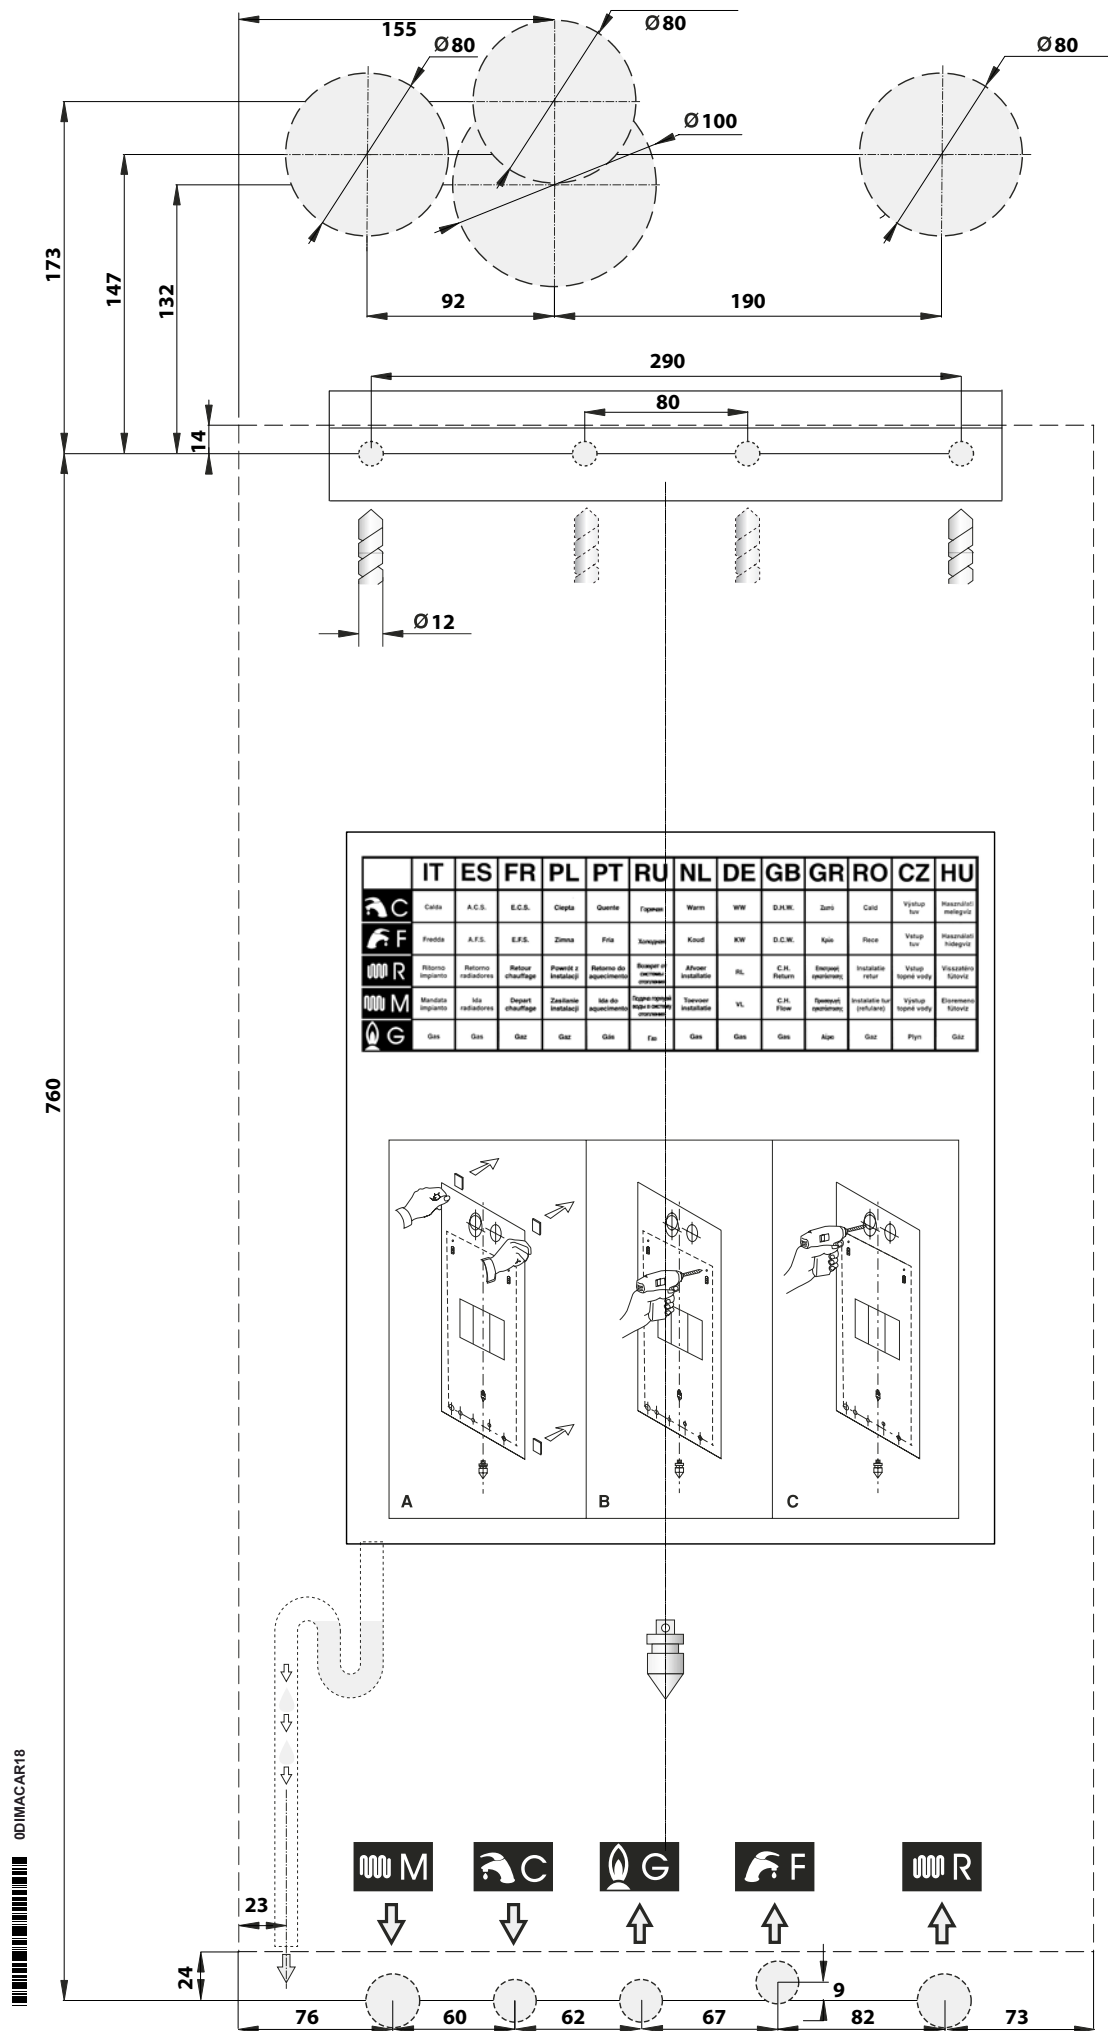

fig. 7
- d) la dima di fissaggio della caldaia al muro (fig. 7);
Ogni apparecchio è corredato di un'apposita dima in carta contenuta nell'imballo (fig. 7),
- fissare la dima (fig. 7) alla parete;
- posizionare i raccordi per l'allacciamento della conduttura di alimentazione del gas (G), della conduttura di alimentazione dell'acqua fredda (F solo modello Raya Eco), dell'uscita acqua calda (C solo modello Raya Eco), della mandata secondaria verso il bollitore (solo modello Raya Eco SV), del ritorno secondario dal bollitore (solo modello Raya Eco SV), della mandata riscaldamento (M) e del ritorno riscaldamento (R) in corrispondenza degli stessi punti sulla dima (parte inferiore);